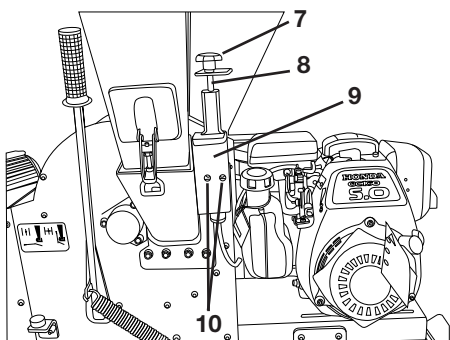

Bild 5
Die Lasche mit der Sterngriffschraube (7) muss auf die Seite des Seitentrichters zeigen. Achten Sie darauf, dass die Gewindestange (8) in die Halterung des Sicherheitsschalters (9) eintaucht. Ziehen Sie die 4 Befestigungsschrauben (10) fest an (siehe „Bild 5“).